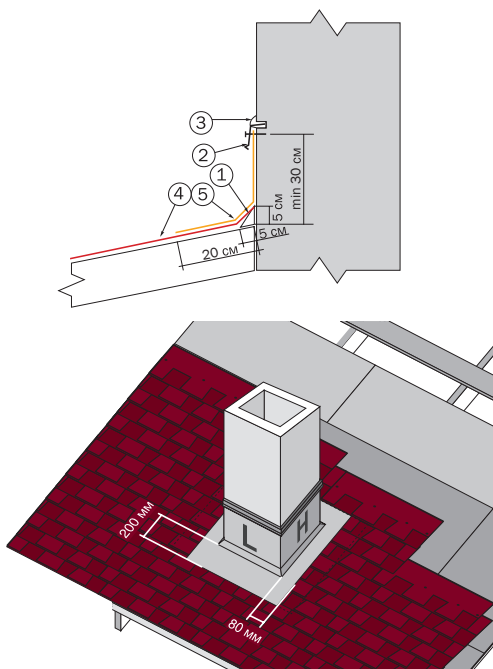
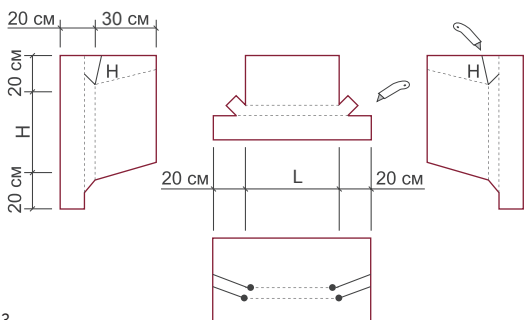
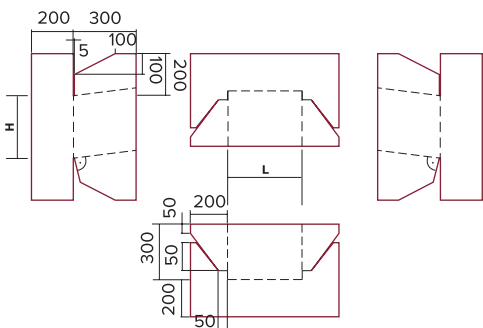

Рис. 22
Рис. 23
Рис. 24
В местах стыков ската кровли со стенами (рис. 22) набивается треугольная рейка (1), на которую заводится рядовая черепица (4). В качестве треугольной рейки может быть использован деревянный брус 50 × 50 мм, распущенный по диагонали, либо обычный деревянный плинтус (1). Если поверхность вертикальной стены кирпичная, то ее необходимо предварительно оштукатурить и праймировать. Поверх рядовой черепицы монтируются полосы ендовного ковра ТЕХНОНИКОЛЬ (5) шириной не
Для герметизации дымовых и вентиляционных труб делают выкройку либо из ендовного ковра (рис. 23), либо из металла с антикоррозийным покрытием (рис. 24). Полученные выкройки сгибаются или надрезаются в определенных местах. Способ монтажа показан на рис. 22. Первоначально монтируется лицевая выкройка с заводом на рядовую черепицу. Затем монтируется левая и правая, которые заводятся под черепицу. В последнюю очередь монтируется тыльная выкройка. При монтаже необходимо соблюдать принцип каскадности воды. Слева, справа и с тыльной стороны необходимо выполнить желоб шириной 8 см. Места сопряжения рядовой черепицы следует проклеить мастикой ТЕХНОНИКОЛЬ ФИКСЕР в местах отсутствия самоклеящегося слоя на величину 10 см и отрезать уголки для отбоя воды.